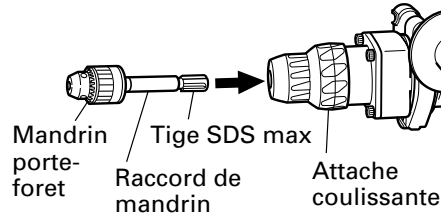

Fig. 14
- (2) Fixation du raccord de mandrin sur le mandrin porte-foret (Fig. 14)
- (3) Perçage